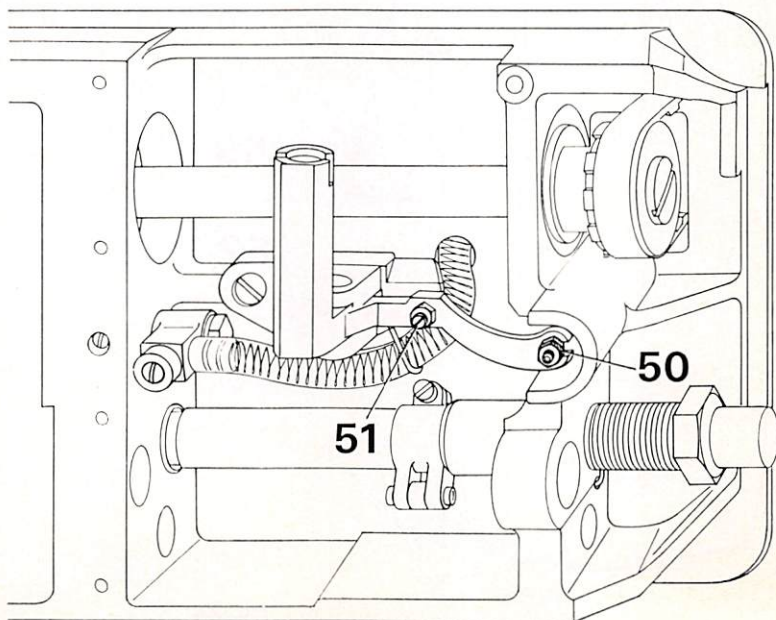

Fig. 27
25. Adjusting the Knee Lever (Fig. 27)